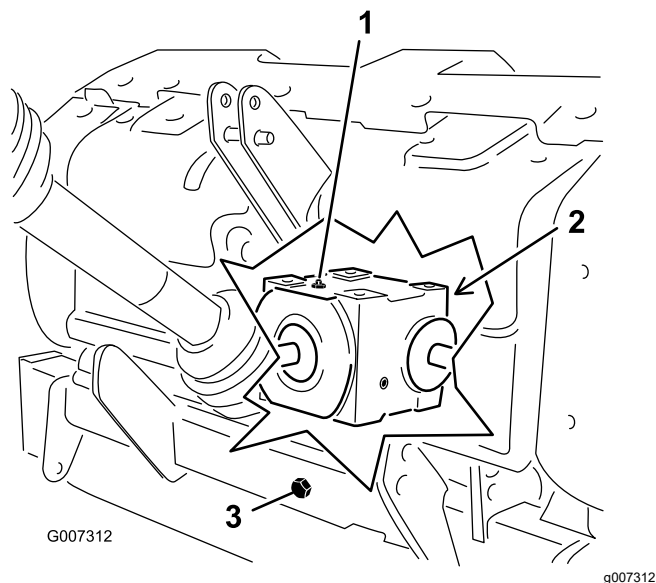

Figure 30
2. Enlevez le bouchon de contrôle du boîtier d'engrenages (Figure 30).
3. Vérifiez que le niveau d'huile atteint le bas de l'orifice du bouchon de contrôle dans le boîtier d'engrenages (Figure 30).
1. Nettoyez le bouchon de remplissage et le bouchon de vidange pour éviter la contamination (Figure 30).